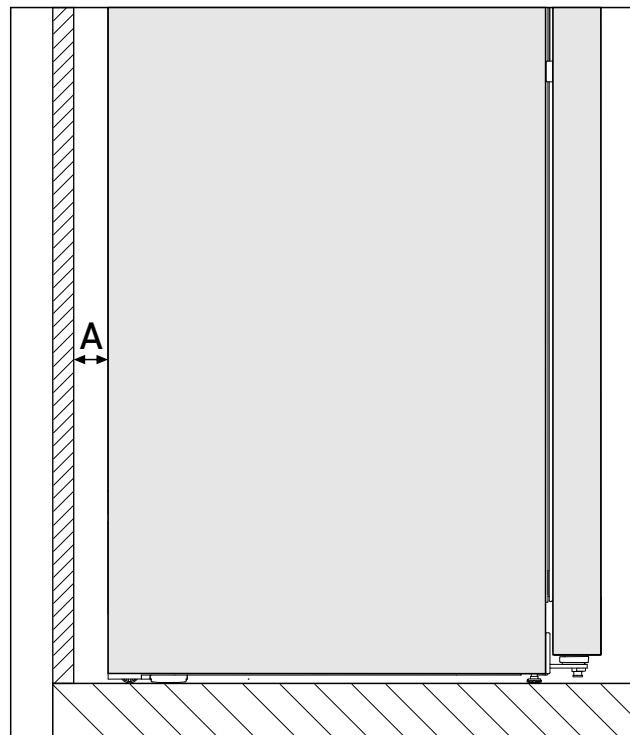

Fig. 2 *
Енергоспоживання було визначено на відстані Fig. 2 (A) між задньою стороною пристрою та стіною. Якщо відстань від стіни становитиме менше ніж Fig. 2 (A), це не впливатиме на працездатність приладу, однак за меншої відстані енергоспоживання дещо збільшується.